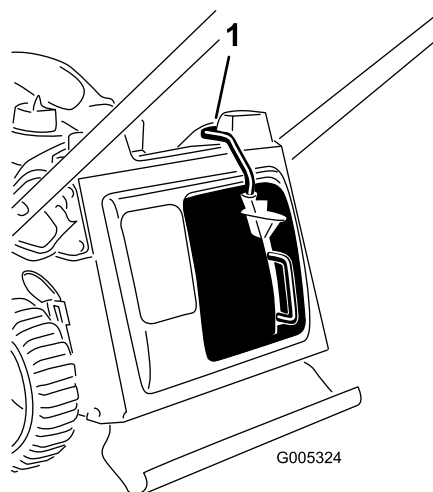

Figure 26
**Important:** La machine est équipée d'un contacteur de sécurité qui l'empêche de démarrer si l'obturateur de mulching n'est pas monté correctement (Figure 26).
Montez l'obturateur de mulching comme indiqué à la Figure 26.